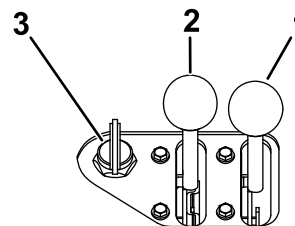

Figure 16
1. Réglez la commande d'accélérateur à mi-course entre les positions BAS RÉGIME et HAUT RÉGIME (Figure 16).
- A. Placez la commande de starter en position EN SERVICE (Figure 16).
- B. Tournez la clé en position CONTACT (Figure 16). Relâchez la clé quand le moteur démarre.
- C. Amenez progressivement la commande de starter en position HORS SERVICE (Figure 16). Si le moteur cale ou hésite, engagez de nouveau le starter jusqu'à ce que le moteur soit chaud.
3. Pour les moteurs Kohler, tournez la clé à la position CONTACT (Figure 16). Relâchez la clé quand le moteur démarre.
4. Réglez la commande d'accélérateur à la position voulue (Figure 16).
2. Placez la commande d'accélérateur en position BAS RÉGIME (Figure 16).